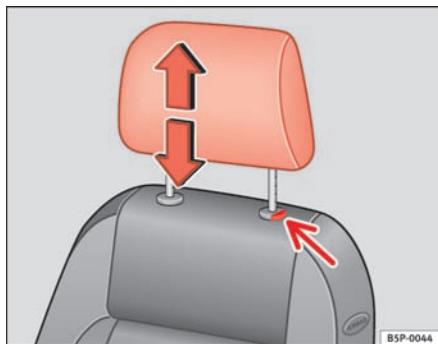

Fig. 67 Indstilling og afmontering af hovedstøtte
- Tryk på knappen ⇒ fig. 67 (pil).